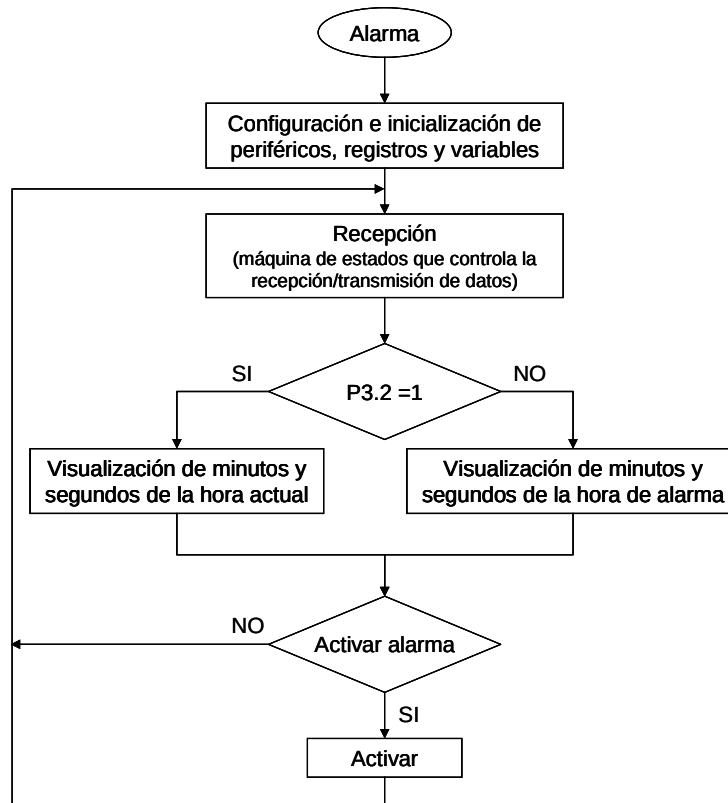

Figura 2.
- Estructurar el programa principal según el diagrama de flujo de la figura 2.